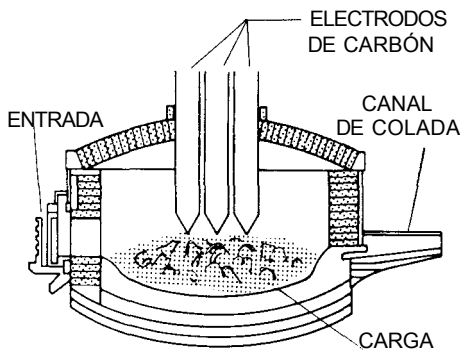

Fig. 33-7. Horno de arco eléctrico (American Iron and Steel Institute).
**Horno de arco eléctrico.** Se emplea para fundir metales durante el proceso de fabricación del acero. En este horno los electrodos de carbón se utilizan para producir calor por medio de arcos eléctricos. Los electrodos se bajan a través de la parte superior del horno. Éste contiene una *carga* o mezcla de la chatarra de los metales que se fundirán (Fig. 33-7). Los arcos se producen cuando la corriente circula de los electrodos a la carga, fundiendo el metal.